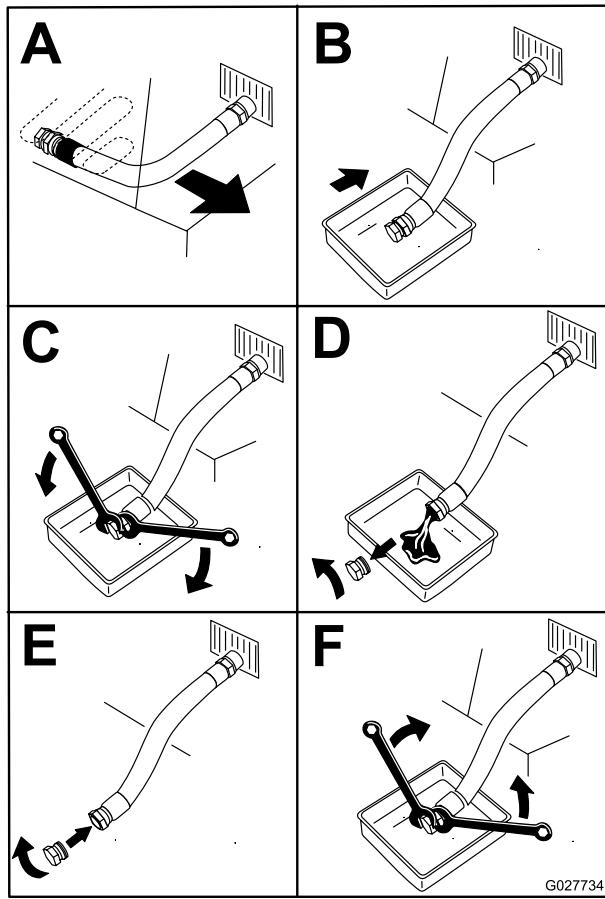

Figura 43
5. Spurgate l'olio dal motore (Figura 43).